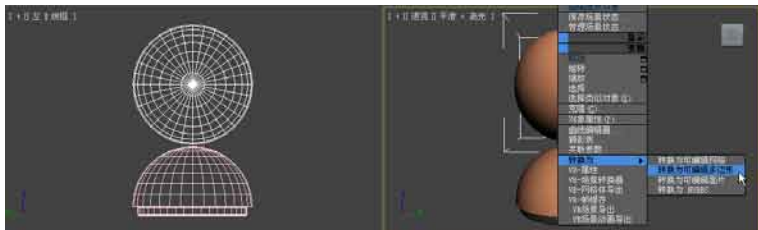

图3.17 转换为可编辑多边形
- 08 将光标放置在“外灯罩”上，单击鼠标右键，在弹出的快捷菜单中选择“转换为”→“转换为可编辑多边形”命令，将球体转换为可编辑多边形对象，如图3.17所示。